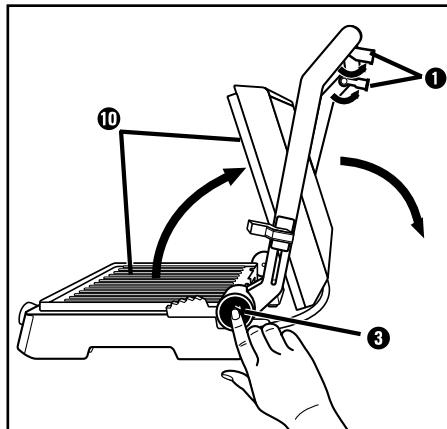

Fig. 1
- 1) Aprire i due piedini di appoggio ① (fig. 1).
- 2) Premere il tasto di sbloccaggio 180° ③ (fig. 1) e aprire il coperchio dell'apparecchio in modo tale da poter utilizzare entrambe le piastre riscal danti ⑩ come grill da tavolo.